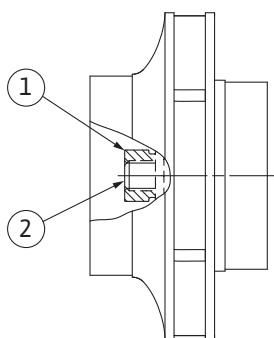

Fig. 107: Poziția corectă a piuliței rotorului după instalare
8. Țineți ferm arborele cu cheia fixă (deschidere 22 mm) și strângeți piulița rotorului la cuplul de strângere specificat (a se vedea tabelul „Cupluri de strângere” [► 30]). Piulița (Fig. 107, Poz. 1) trebuie să fie aliniată aproximativ  $\pm 0,5$  mm cu capătul de arbore (Fig. 107, Poz. 2). Dacă nu este astfel, desfaceți piulița și repetați pașii 4 ... 8.